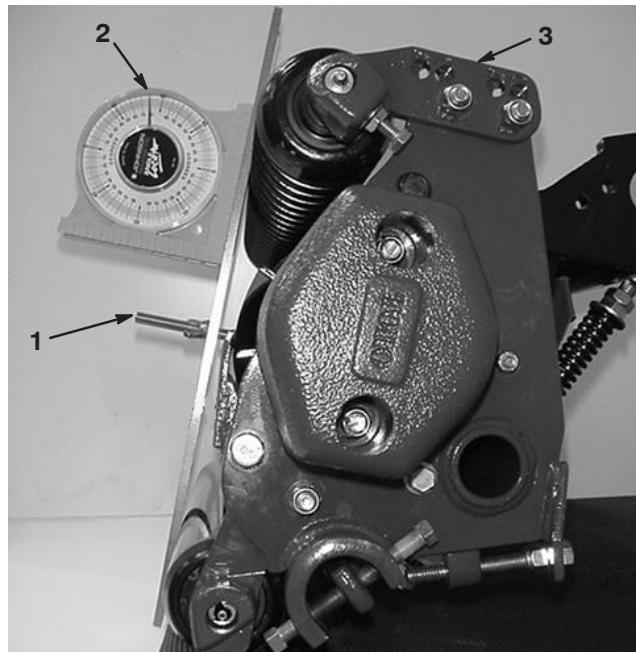

Figure 10
- Placez le gabarit en travers des rouleaux avant et arrière. La tête de la vis de hauteur de coupe doit passer parfaitement par-dessus le bord de la contre-lame tandis que le gabarit touche les rouleaux (Fig. 10).
- Placez un indicateur d'angle sur le gabarit et notez l'angle de ce dernier (Fig. 10).
- Pour régler l'angle du plateau de coupe, modifiez la position du rouleau (A, B ou C) (Fig. 10).